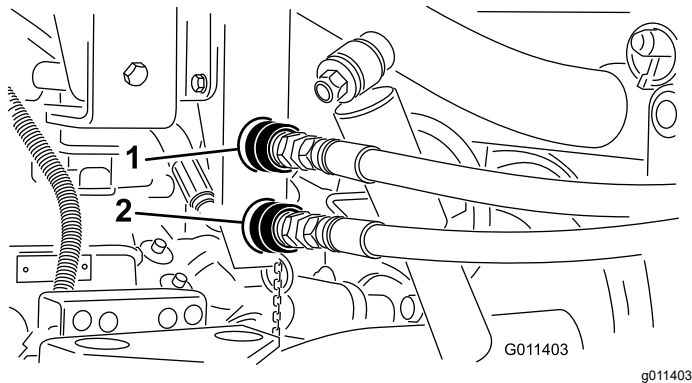

Bild 18
1. Reinigen Sie die Schnelltrennkupplungen des Topdressers (Bild 18).
Hinweis: Die in Bild 18 dargestellten Kupplungen sind von Fahrzeugen der Baureihe mit der Seriennummer 239999999 und früher.